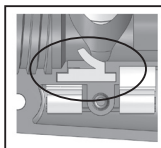

Figura 7: Instalación correcta del Acople de Enganche en la mitad derecha del recibidor.
- Deje sobre una mesa de trabajo su marcador con el lado derecho hacia arriba. Use la llave allen que esta incluida para dar vuelta al Tornillo de Velocidad (51) debe darle vuelta hasta que entre en su totalidad. Luego separe las dos Mitades del Recibidor (1 Y 2) mediante la remoción de los tres Tornillos (largos, 25), y luego los cuatro Tronillos (26) mas cortos para que finalmente remueva le Tronillo (19). Sostenga las ocho Turecas (15) ya que estas se agarran desde la Mitad Derecha del Recibidor. Con mucho cuidado levante la mitad Izquierda del Recibidor para tener acceso a la parte interna.
- Si el Acople de Enganche (8) requiere ser reemplazado, remuévalo desde la Mitad Derecha del Recibidor. Coloque un Acople de Enganche nuevo en la mitad derecha del Recibidor siguiendo la orientación que puede ver en la figura 7 (item en círculo).
- Remueva el Tornillo (23) desde la ASA (29). Deslice el ASA desde el pasador en la Mitad Derecha del Recibidor. Asegúrese de mantener control sobre las Tuercas (30). Si es necesario, se puede remover el ASA de la Línea de Gas (21). Use cinta de teflón sobre las roscas para ensamblar.